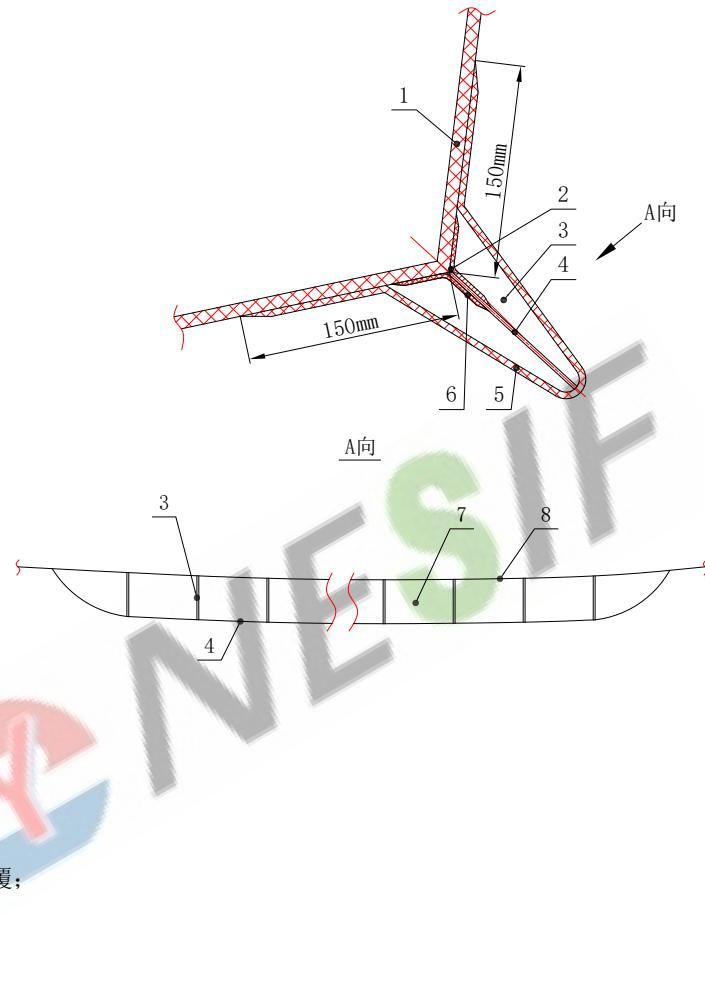

图1 舂龙骨安装示意图
依据舭龙骨的规格尺寸及舭部线型,制作玻璃钢内衬板,位置见图1标引序号4,厚度为(6±0.5)mm。
6.1.2.1 打磨船壳外板两侧安装舭龙骨的位置, 打磨宽度应不小于150mm, 打磨位置及尺寸见图1。
6.1.2.2 应在打磨面清理干净后, 将内衬板研配粘接在规定的位置上, 并用树脂腻子将内衬板与舭部连接面处两侧打出R10的圆角, 打磨位置见图1标引序号2; 内衬板定位宜采用支撑杆固定。
6.1.2.3 腻子固化后, 内衬板两侧应使用玻璃纤维连接, 连接位置见图1标引序号6。连接面宽度应不小于100mm, 连接厚度不小于4mm。
用与内衬板等厚的玻璃钢板, 依据舭龙骨横截面形状切割肘板, 样式参见图1标引序号3。
涂刷的树脂腻子完全固化后，将整个舭龙骨用纤维布和（或）短切毡交替包覆，每侧玻璃钢厚度应不小于6 mm。铺层要由窄至宽逐层错开，过渡至6.1.2.1提及的打磨位置，参见图1标引序号5。
- 7.4 内衬板首尾端应切斜做光顺处理，样式参见图1 A向视图。